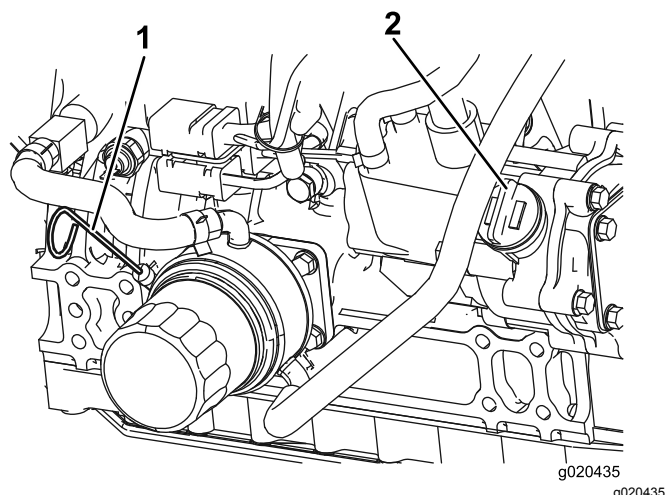

Figure 53
Remarque: Le niveau d'huile doit se situer dans la plage de sécurité (Figure 53).
4. Si le niveau d'huile ne se situe pas dans la plage de sécurité, enlevez le bouchon de remplissage (Figure 53) et faites l'appoint jusqu'à ce que le niveau correct soit atteint. **Ne remplissez pas excessivement.**